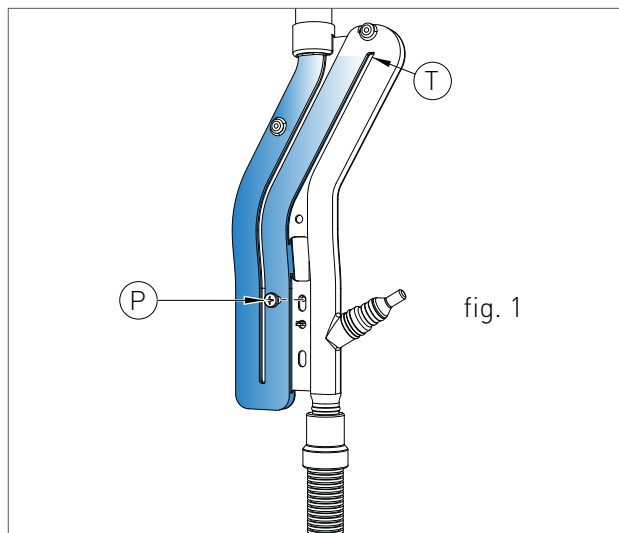

fig. 1
- › Svitare la vite "P" (fig. 1), estrarre il sifone e riempirlo con acqua fino al punto più alto "T" (fig. 1);